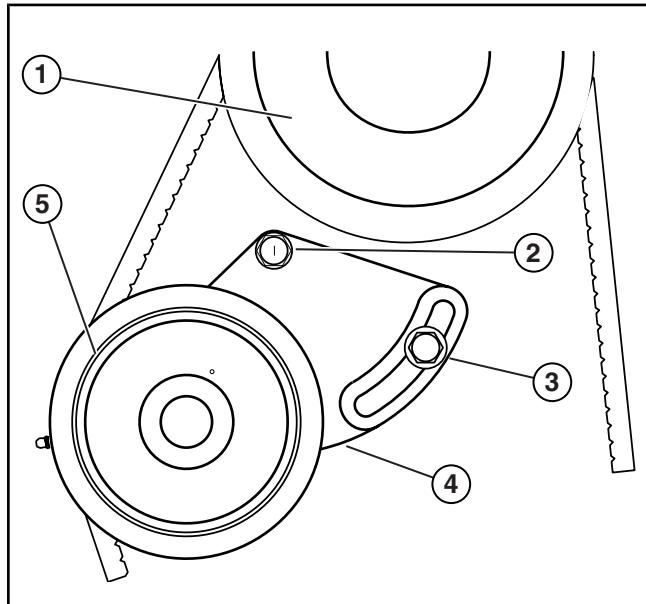

Рисунок 7.05-9: Регулирование натяжения приводного ремня водяного насоса контура рубашки
- 3. При необходимости выполнения регулировки натяжения ремней необходимо ослабить затяжку гаек на болте, который является осью качания, и фиксирующим болте со шлицевой головкой (см. Рисунок 7.05-9). При повороте кронштейна натяжного шкива вверх против часовой стрелки натяжение ремня будет ослаблено.